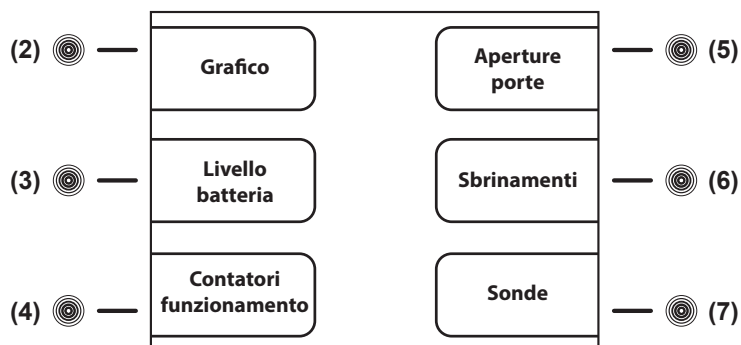

Fig.13
Il Menu Dati si presenta come illustrato di seguito (Fig.13)
8.3.2.1 Grafico (tasto touch (2) Fig.13)
- dal menù dati premere il tasto **touch (2)** ed entrare nella schermata GRAFICO
- premendo il tasto **touch (2)Y+** e il tasto **touch (4)Y-** si sposta, sull'asse verticale delle ordinate, il range della temperatura, garantendo un monitoraggio della temperatura del grafico più ampio
- premendo il tasto **touch (5)X+** e il tasto **touch (7)X-** si trasla sull'asse orizzontale delle ascisse, il periodo di monitoraggio del grafico espresso in minuti (max 600) e poi in ore (max 46)
- premendo il tasto **touch (3)IN** e il tasto **touch (6)OUT** si effettua uno zoom in e uno zoom out sul grafico per una valutazione più dettagliata
- per tornare al menù precedente premere il tasto **ESC (11)** o il tasto **HOME (10)** per tornare al menù principale
8.3.2.2 Livello Batteria (tasto touch (3) Fig.13)
- dal menù dati premere il tasto **touch (3)** ed entrare nella schermata LIVELLO BATTERIA
8.3.2.3 Contatori di funzionamento (tasto touch (4) Fig.13)
8.3.2.4 Aperture porte (tasto touch (5) Fig.13)
- premere il tasto **touch (5)** dal menù dati. Si apre la schermata APERTURE PORTA
- premendo il tasto **touch (5)↑** e il tasto **touch (7)↓** si scorrono le schede giornaliere in memoria
- premere il tasto **ESC (11)** per tornare al menù precedente o il tasto **HOME (10)** per tornare al menù principale
8.3.2.5 Sbrinamenti (tasto touch (6) Fig.13)
- dal menù dati premere il tasto **touch (6)** ed entrare nella schermata SBRINAMENTI
- premendo il tasto **touch (5)↑** e il tasto **touch (7)↓**, si possono scorrere le varie schede di ogni sbrinamento registrato
8.3.2.6 Lettura sonde (tasto touch (7) Fig.13)